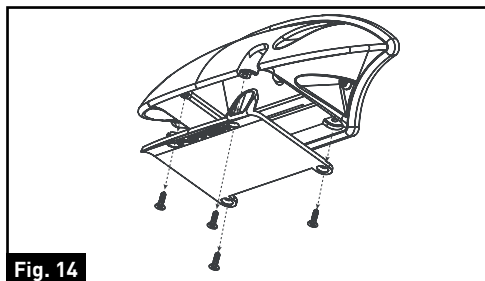

Fig. 14
6. Si solo está instalando el soporte de montaje, asegure el cable de alimentación de la cámara dentro del montaje y coloque la cubierta. (Fig. 14)